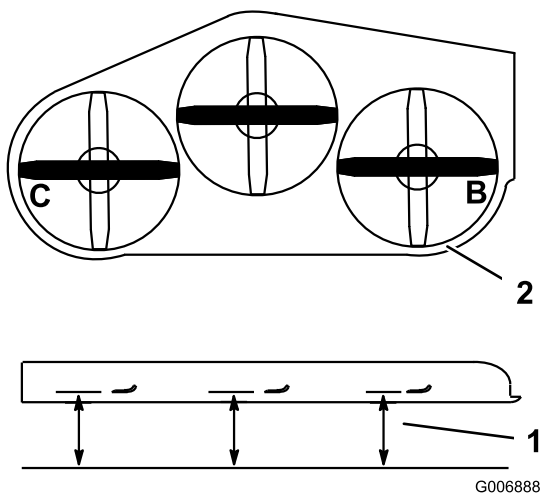

Figura 80
1. Coloque la cuchilla **derecha** en posición lateral (Figura 80).
2. Mida la cuchilla derecha en la posición **B** desde una superficie nivelada hasta el filo de corte del extremo de la cuchilla (Figura 80).
4. Coloque la cuchilla izquierda en posición lateral (Figura 80).
5. Mida la cuchilla izquierda en la posición **C** (Figura 80) desde una superficie nivelada hasta el filo de corte del extremo de la cuchilla.